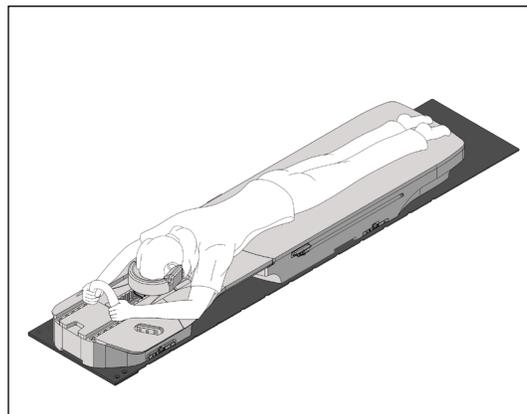

Fig. 14
5. Una volta in posizione, sistemare la testa del paziente sull'apposito sostegno e chiedergli di afferrare le impugnature appropriate. (Fig. 14)